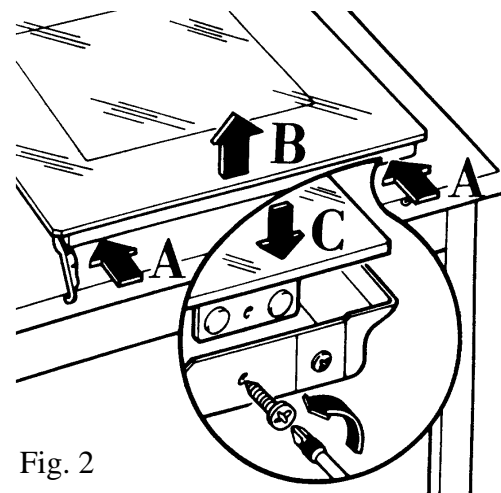

Fig. 2
- 7) desenrosque los dos tornillos marcados lett. **A** fig. 2;
- 8) tire del cristal de la puerta (**B** - fig. 2) hasta sacarlo.